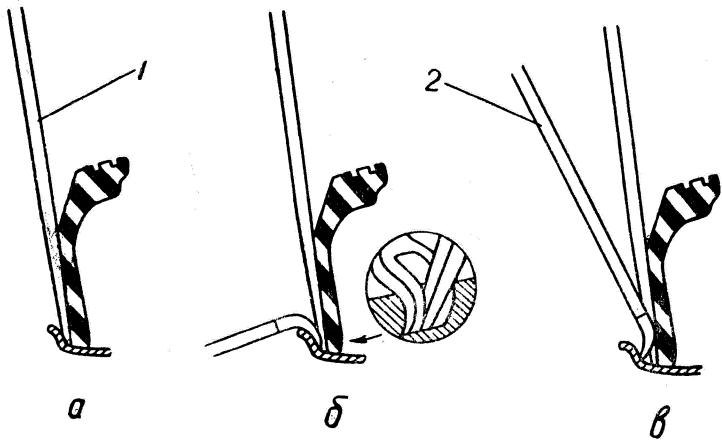

Рис. 44. Последовательность операций при демонтаже шин.
- Освободите бортовое кольцо от шины. Для этого введите прямую лопатку между бортовым кольцом и шиной и отожмите борт шины вниз (рис. 44а).
- В образовавшийся зазор между бортовым кольцом и шиной вставьте лопатку таким образом, чтобы прямая лопатка находилась в пазу вилочной лопатки (рис. 44б). Вилочной лопаткой отожмите борт шины вниз (рис. 44в). Продолжайте эту операцию последовательно по всей окружности покрышки до тех пор, пока не будет снят борт шины с конической полки бортового кольца. Затем приступайте к снятию бортового кольца.